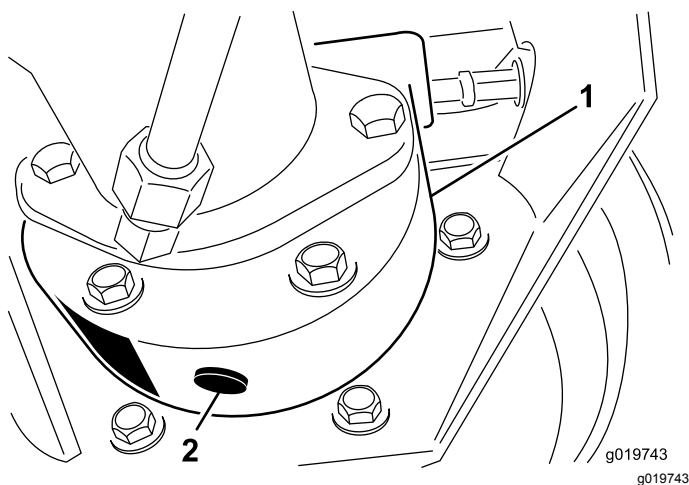

Figure 40
3. Placez un bac de vidange sous le carter de frein et enlevez le bouchon pour permettre à l'huile de s'écouler (Figure 40).